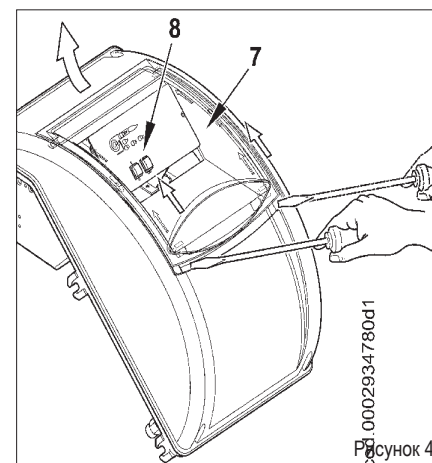

Рисунок 4
- 4) Чтобы снова закрыть крышку электрической панели, затяните 4 винта (1) моментом примерно 5 Нм, чтобы обеспечить правильную герметичность. Для получения доступа к приборному щитку (8) отцепите прозрачное окошко (7) легким нажатием инструмента (например, отвертки) в направлении стрелок (на рис. 4). Пусть окошко слегка продвинется, после чего снимите его с крышки.
- 5) Для правильного расположения прозрачного окошка на щите следовать рисунку 5. Поместите крюки в соответствующие гнезда (9) и продвиньте окошко в направлении, указанном стрелкой, до легкого щелчка. Теперь необходимая герметичность обеспечена.